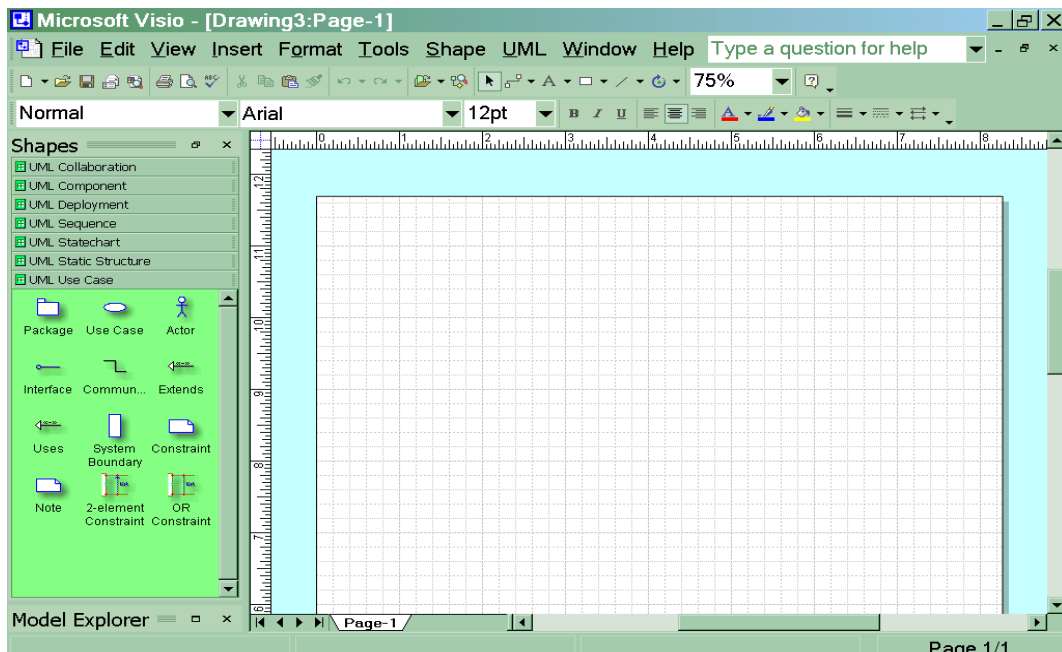

Рис.1 Общий вид окна MS Visio
2. Появится окно, в котором необходимо выбрать папку **Software / UML Model Diagramm**. В открывшемся списке форм (Shapes) для построения физической диаграммы следует выбрать пункт **UML Use Case**. В результате проделанных действий на экране появится окно, в левой части которого будет отображен набор графических символов, а в правой части лист для рисования диаграммы (рис.1)